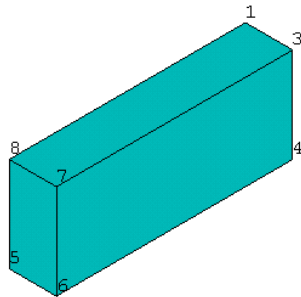

图5.7 矩形梁
下面以图 5.7 所示的矩形梁为例，介绍位移约束的常用操作。
(1) 启动 ANSYS，单击 Main Menu>Preprocessor>Modeling>Create>Volumes>Block>By 2 Corners & Z 菜单，在弹出的对话框中输入【Width】为【10】，【Height】为【20】，【Depth】为【50】，单击【OK】按钮得到如图 5.7 所示的实体模型。
(2) 单击 Main Menu>Preprocessor>Element Type>Add/Edit/Delete 菜单，按第四章介绍的方法定义单元类型为 SOLID65。
(3) 单击工具栏上的  按钮保存当前模型，本章以后还要用到此模型。本模型的数据库文件在光盘的“/ch05/ex1/”目录下。
以图 5.7 所示的矩形梁为例，在关键点 7 和 8 上施加竖向的集中荷载的步骤如下：